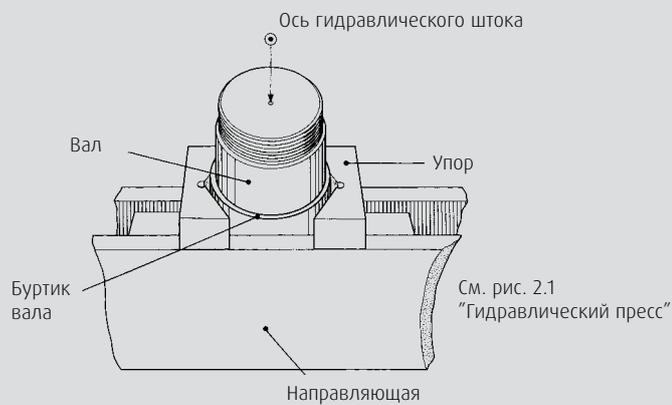
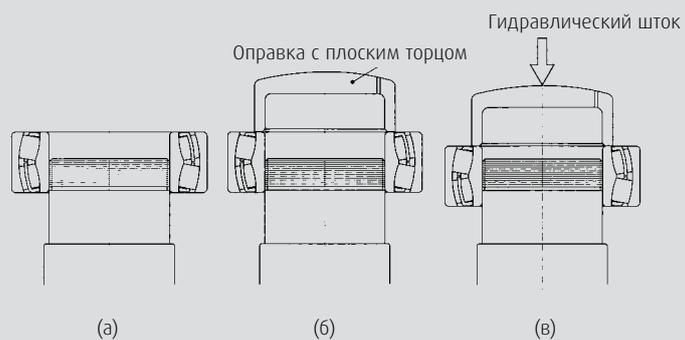

Рис. 6.2 Способ прессования (фиксация вала на столе пресса)
Рис. 6.3 Посадка подшипника прессом
6.2.2 Способ прессования (Рис. 6.2 и Рис. 6.3)
1. Установите вал вертикально на нижний торец на рабочий стол гидравлического пресса, совместив его ось с осью штока гидравлического пресса. Отрегулируйте высоту направляющих гидравлического пресса и зафиксируйте вал на буртике **{Рис. 6.2}**
5. Подведите оправку как можно ближе к внутреннему кольцу подшипника. **{Рис. 6.3 (а)}** Ваша цель – создать плотный контакт между торцом оправки и торцом внутреннего кольца на валу. **{Рис. 6.3 (б)}** Верхняя ударная часть оправки должна контактировать с гидравлическим штоком. Еще раз убедитесь в том, что оси вала и штока совпадают.
6. Подведите шток гидравлического пресса вплотную к торцу вала. **{Рис. 6.3 (в)}**.